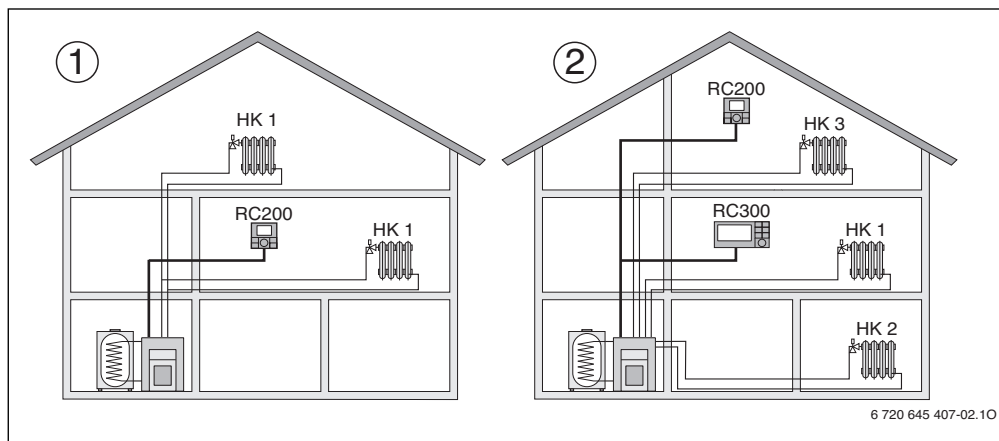

Fig. 1 Esempio per l'impianto di riscaldamento con un circuito di riscaldamento o con due circuiti di riscaldamento
- Come **Regolatore** per impianti di riscaldamento con un circuito di riscaldamento miscelato o non miscelato e per la produzione d'acqua calda sanitaria (→ fig. 1, [1]). La produzione d'acqua calda sanitaria può essere supportata anche da un impianto solare. L'unità di servizio viene montata in un locale abitativo adatto. La regolazione della temperatura ambiente può essere ottimizzata in relazione al riscaldamento del locale ad opera dell'irraggiamento solare (solo con regolazione in funzione della temperatura esterna).
- Come **Telecomando** in impianti con un'unità di servizio sovraordinata RC300. L'unità di servizio RC300 con massimo quattro circuiti di riscaldamento viene montata quindi nel locale o al generatore di calore e regola i circuiti direttamente associati (ad es. l'appartamento principale e il seminterrato). La RC200 rileva la temperatura ambiente in un'unità abitativa (ad es. mansarda) e regola questo circuito di riscaldamento (→ fig. 1, [2]).